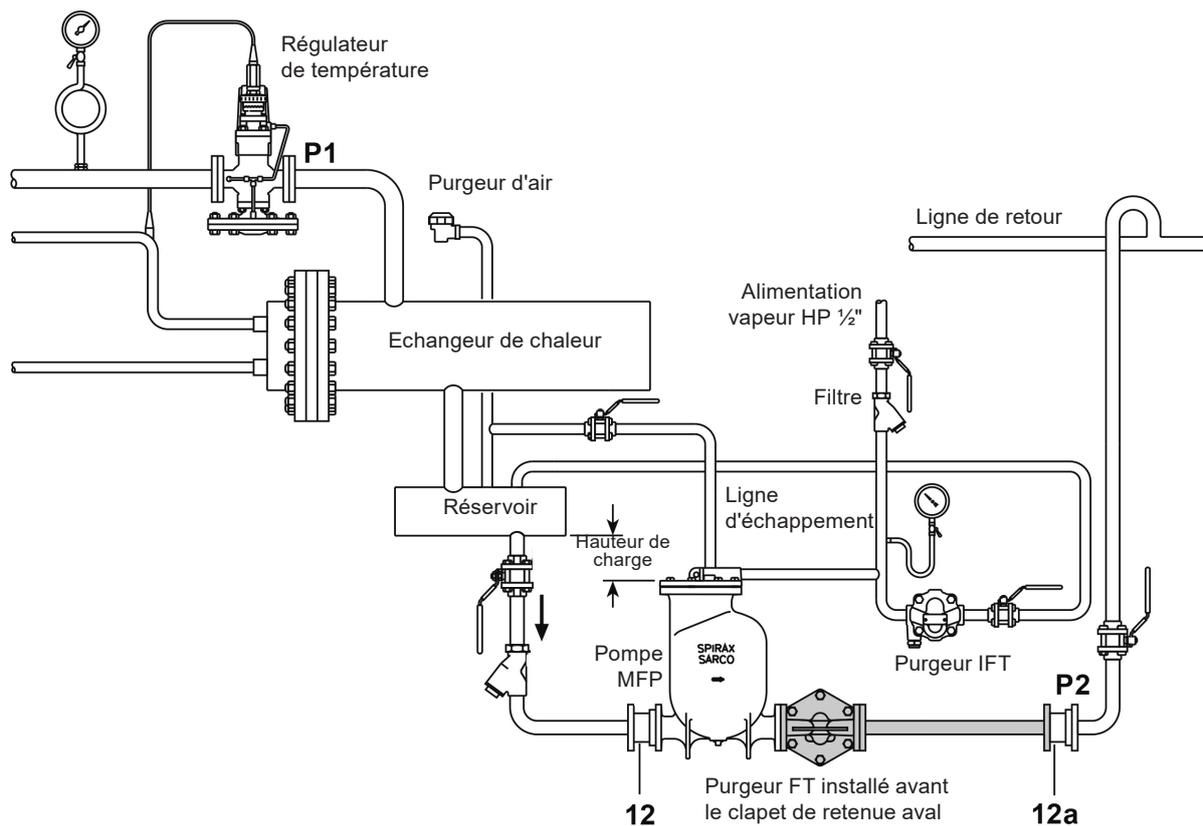

Fig. 9
- Si la contre-pression qui est derrière la pompe est inférieure à la pression de l'équipement à purger, un purgeur à flotteur bien dimensionné avec un purgeur d'air incorporé doit être installé entre la pompe et le clapet de retenue de décharge, voir Fig. 9.